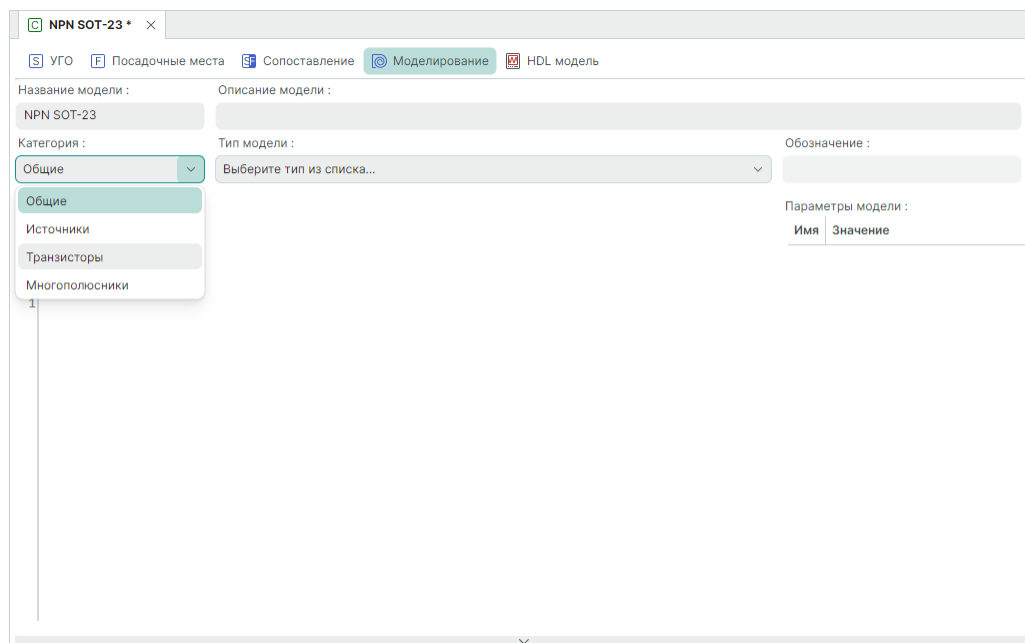

Рис. 16 Выбор категории модели
4. Выберите категорию модели из выпадающего списка «Категория», см. Рис. 16.